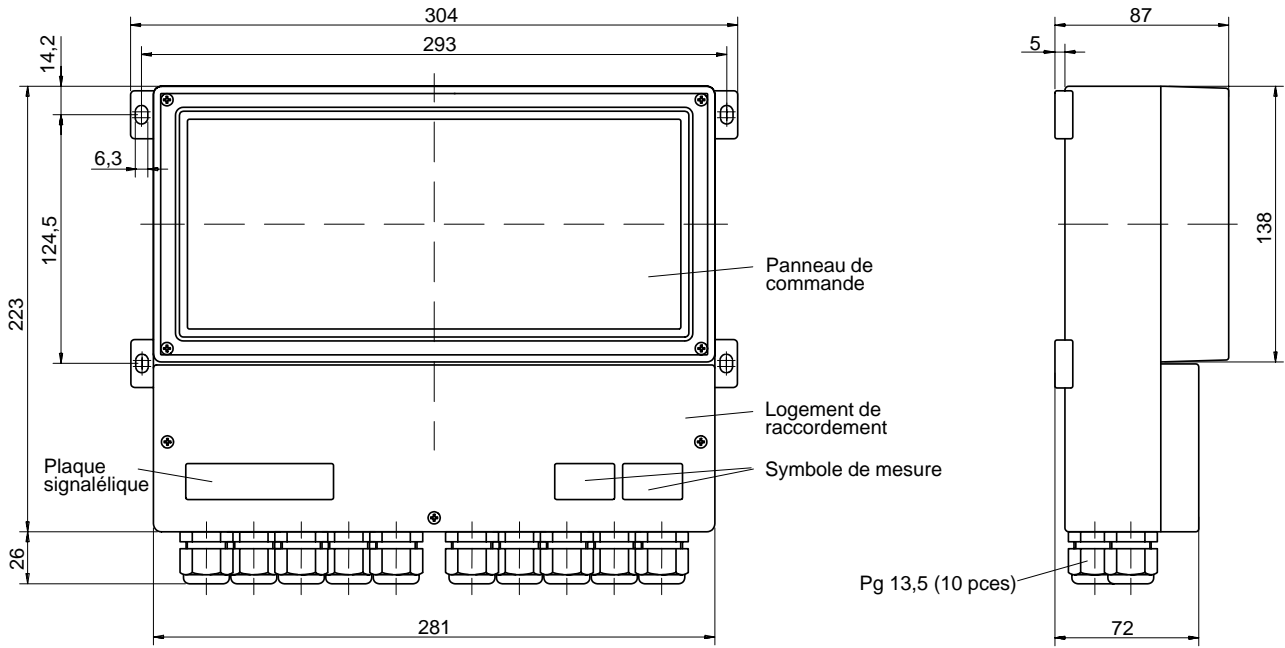

Fig. 10-1 Dessin d'encombrement du Transmetteur O₂ 4500
- Le boîtier résistant aux intempéries permet un montage mural direct, dessin d'encombrement voir fig. 10-1.